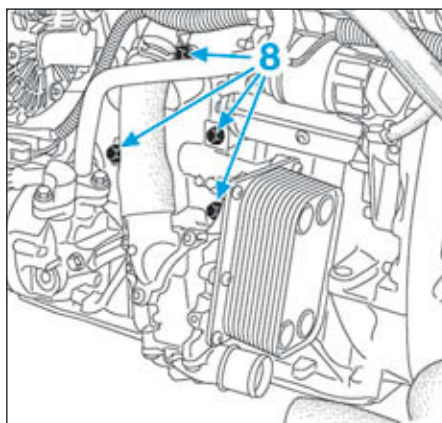

FIG.110
- Déposer les quatre vis de fixation (8) (Fig.110) du boîtier de filtre à huile.